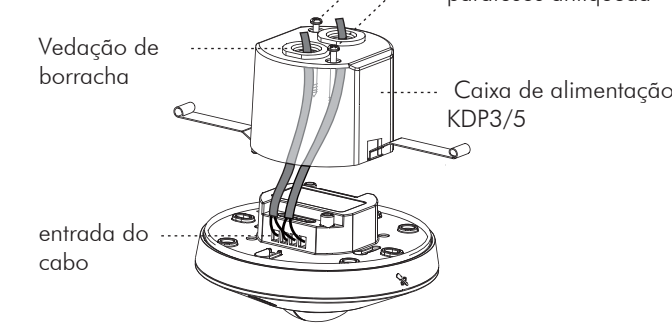

Figura 10
- 3.4.2.2 Use a chave de fenda para quebrar a vedação de borracha em KDP3/5 e, em seguida, passe os cabos através dele (Veja a figura 10).